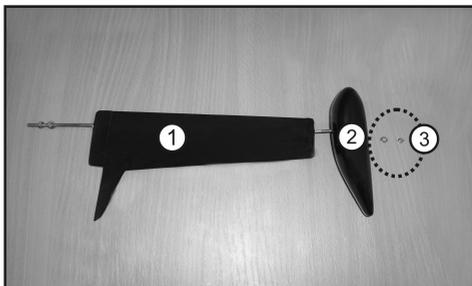

Figure 2a
- La figure 2a montre la quille (1), le lest (2) ainsi qu'une rondelle et un écrou M3 pour la fixation de la quille de lestage (3).